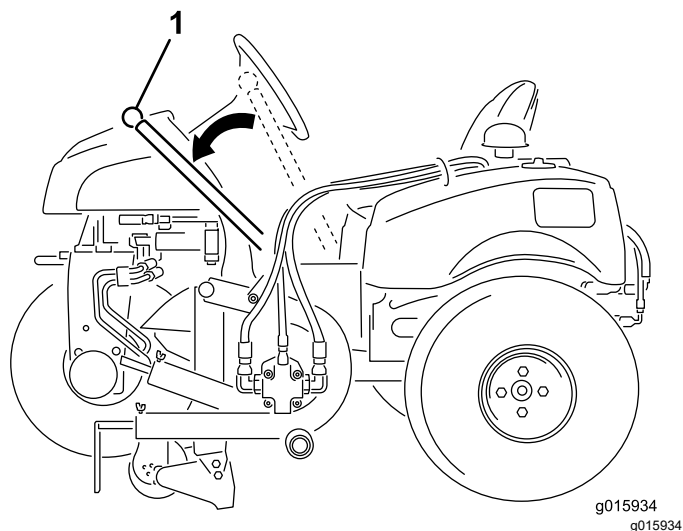

Рисунок 10
Используйте рукоятки, чтобы поднимать и опускать устройство обработки краев (Рисунок 10).
2. Нажмите рукоятку наружу и опустите отвал устройства обработки краев на землю (Рисунок 10).
- Нажмите на рукоятку и поднимите отвал устройства обработки краев в транспортное положение (Рисунок 10).